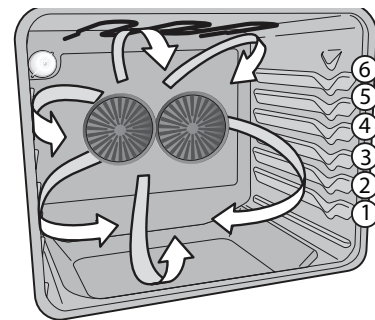
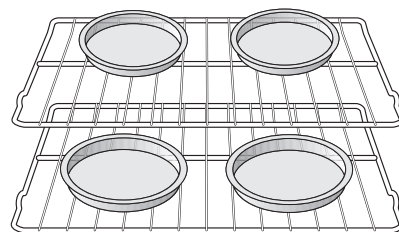

Figure 17 : Circulation d'air de convection
Figure 18 : Suggestion relative à l'espacement des plats
Ce mode de cuisson permet d'obtenir des résultats culinaires optimaux lorsque vous utilisez plusieurs ustensiles de cuisson et plusieurs grilles. Le four peut être programmé pour une cuisson à convection à n'importe quelle température entre 170 °F et 550 °F. La fonction de cuisson à convection fait circuler l'air à l'intérieur du four à l'aide d'un ventilateur, de façon uniforme et continue (Figure 17). La distribution de chaleur étant ainsi améliorée, la nourriture cuit et brunit plus rapidement. Vous obtenez également de meilleurs résultats de cuisson lorsque vous utilisez deux grilles en même temps.
- Pour obtenir des résultats optimaux lorsque vous utilisez deux grilles pour la cuisson de gâteaux, placez la grille plate en position 5 et la grille à glissière en position 1 (Voir Figure 17). Lorsque vous cuisinez avec deux grilles de four, positionnez l'ustensile de cuisson comme illustré à la Figure 18. Laissez un espace d'au moins 5 cm (2 po.) entre les ustensiles de cuisson pour permettre à l'air de bien circuler.